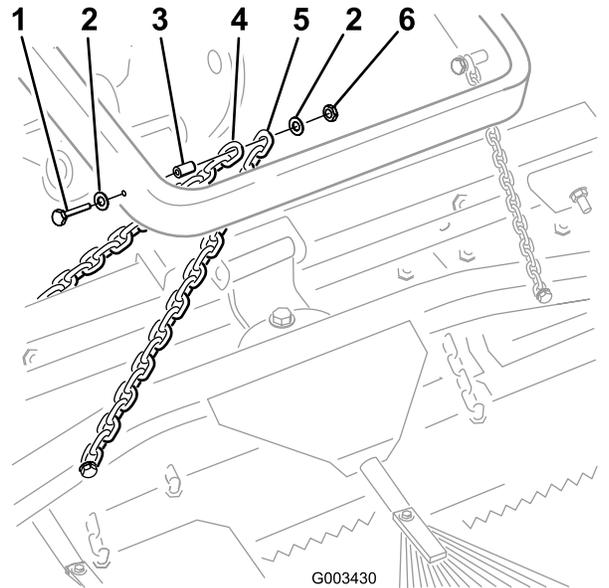

图6
B. 如图6所示使用1个螺栓 $\frac{3}{8}$  x 2 $\frac{1}{2}$ 英寸、2个垫圈 $\frac{3}{8}$  x  $\frac{7}{8}$ 英寸、1个隔片和1个螺母 $\frac{3}{8}$ 英寸将每个链条固定到提升臂的外侧。